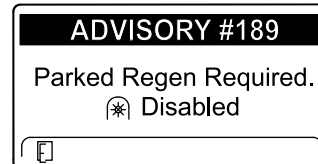

Figura 54
- Si usted no realiza una regeneración estacionaria en el plazo de 2 horas, el InfoCenter muestra el AVISO N° 189 – Regeneración estacionaria necesaria – Toma de fuerza deshabilitada (Figura 54).